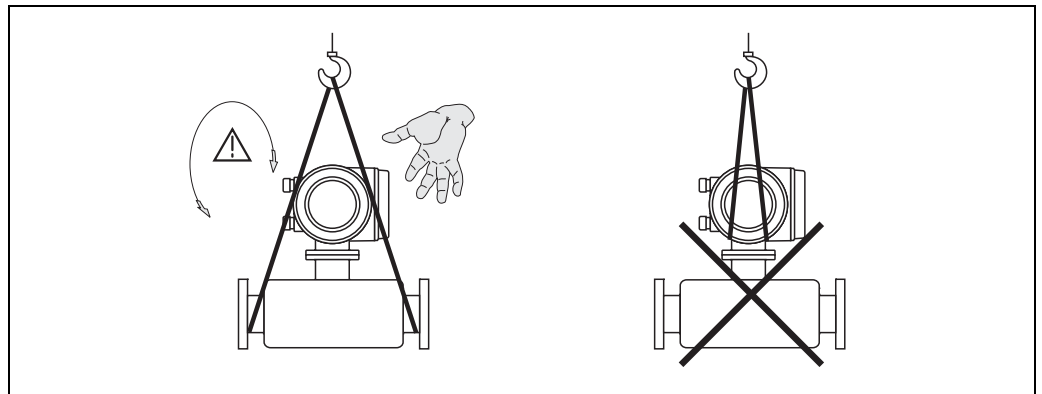

图 4: 传感器 ($> \text{DN } 40$ ($> 1\frac{1}{2}"$)) 的运输指南示意图
- 请勿通过变送器外壳或分体式传感器接线盒起吊标称口径 $> \text{DN } 40$ ($> 1\frac{1}{2}"$) 的测量设备 (→ 图 4)。在过程连接处使用两根带状吊绳起吊设备。请勿使用链条，链条可能损坏外壳。